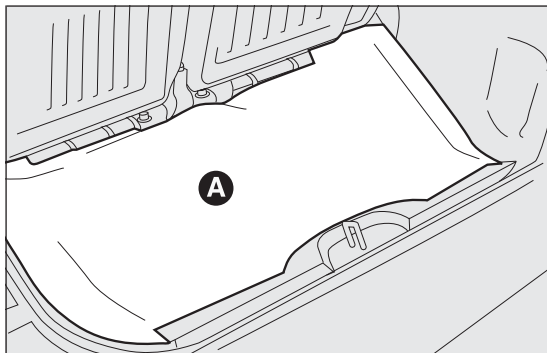

РИС. 112
- ❑ поднять коврик пола багажного отсека А РИС. 112